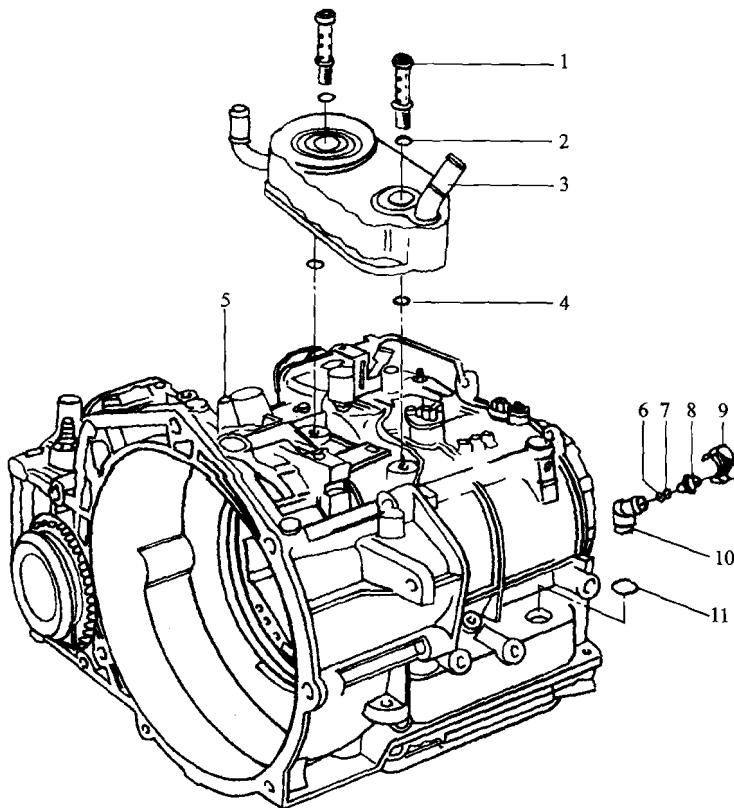

图5-10 拆下自动变速器油冷却器和加油管
- (1) 拆下自动变速器油冷却器和加油管,如图5-10所示。